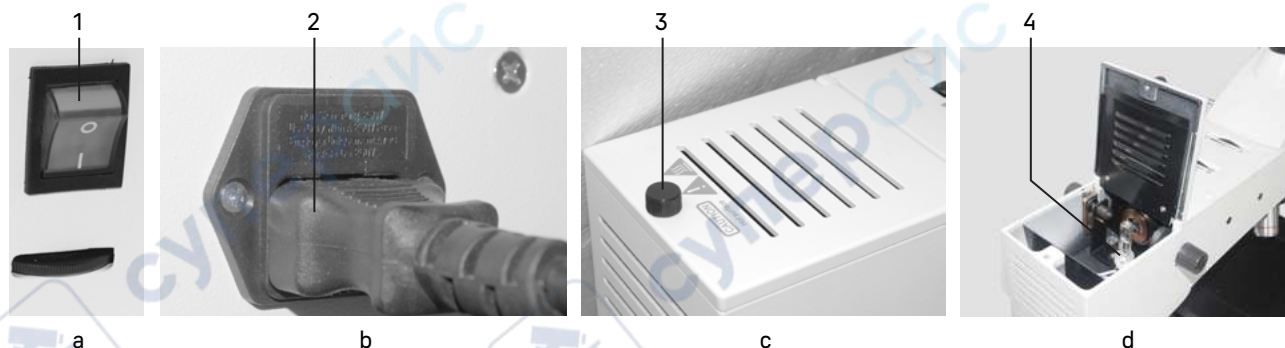

Рис. 18. Замена лампы
- Ослабьте крепежный винт **3** и откройте крышку корпуса насадки, как показано на рис. 18 с, d;